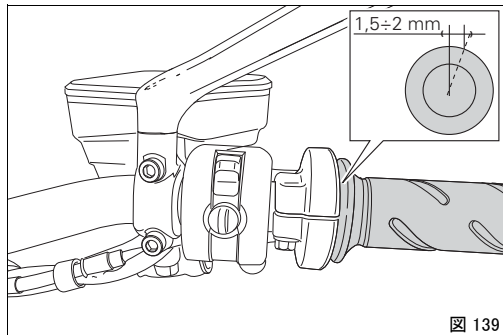

図 139
1.5 ~ 2.0 mm の遊びがなければなりません。必要であれば、車体右側のステアリングチューブにある適切なアジャスター(1 および 2、図 139)を使用して調整します。